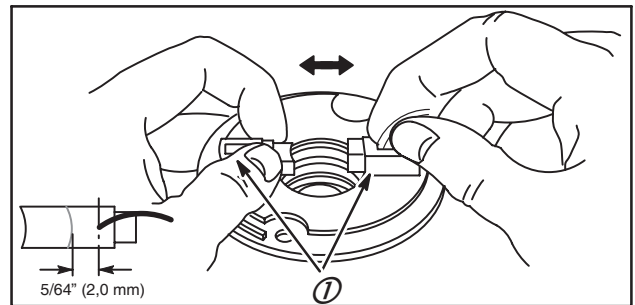

Fig. 36
7. Avant de retirer le rotor du couvercle, vérifier le libre mouvement des balais (1). Si les balais coincent dans leurs logements, réparer avant remontage, Fig. 36.